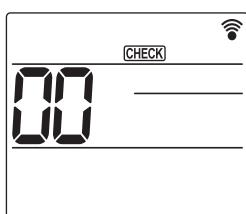

Fig. 6-8
- ① Active la unidad al menos 12 horas antes de realizar una prueba de funcionamiento.
- ② Pulse el botón **[MENU]** durante 5 segundos. (Fig. 6-8)